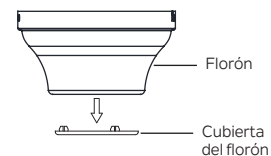

Figura 10A
Paso 2. Retire la cubierta del florón empujándola hacia afuera (**Figura 10A**).